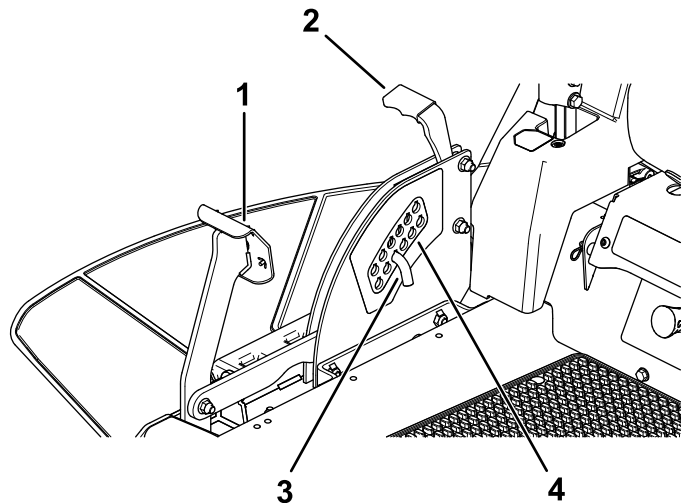

Figura 29
1. Premete il pedale di sollevamento del piatto di taglio e sollevate il piatto in posizione di blocco per il trasporto (oltre la posizione dell'altezza di taglio di 114 mm); come illustrato nella Figura 29.
2. Per regolare, spostate il perno dalla staffa dell'altezza di taglio (Figura 29).
3. Nel sistema di selezione dell'altezza di taglio scegliete un foro corrispondente all'altezza desiderata e inserite il perno (Figura 29).